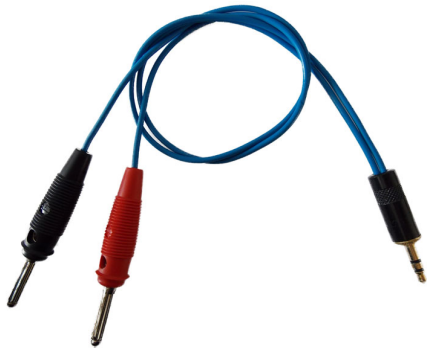

Figure 5-17: Adaptateur permettant la connexion d'un talkie-walkie au *CPC 100*
- En option : connecter un talkie-walkie, utilisé en tant que récepteur, à l'entrée V DC du *CPC 100* à l'aide d'un adaptateur, comme illustré à la figure 5-17 ci-dessous.